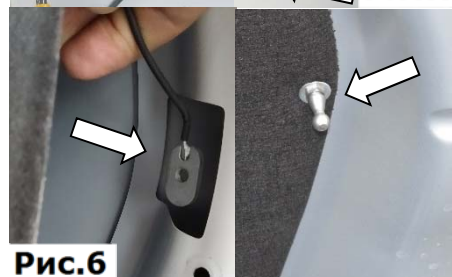

Рис.6
5. Заведите закладную в полость капота. Зафиксируйте ее. Прижмите обшивку капота и установите кронштейн шарнир капота с шайбой 6 свернув его в закладную и затяните рожковым ключом № 10 с усилием 9 Нм, (Рис.6).